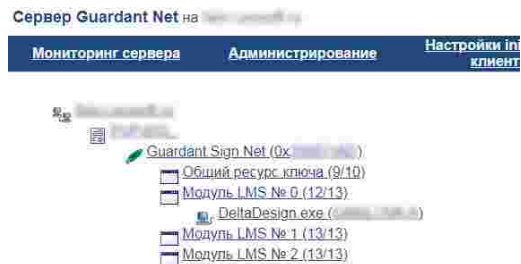

Рис. 43 Вид окна администрирования с новой лицензией
5. Убедитесь, что на сервере сетевых лицензий появился данный клиент, см. Рис. 43.